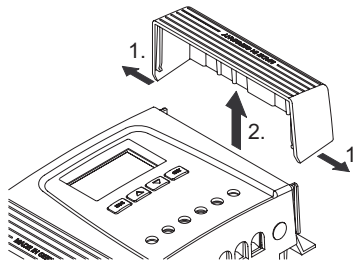

Abb. 10 Abdeckung aus der Endstellung lösen (hier: rechte Abdeckung)
1. ➞ Abdeckung mit beiden Händen greifen wie in Abb. 10 gezeigt.